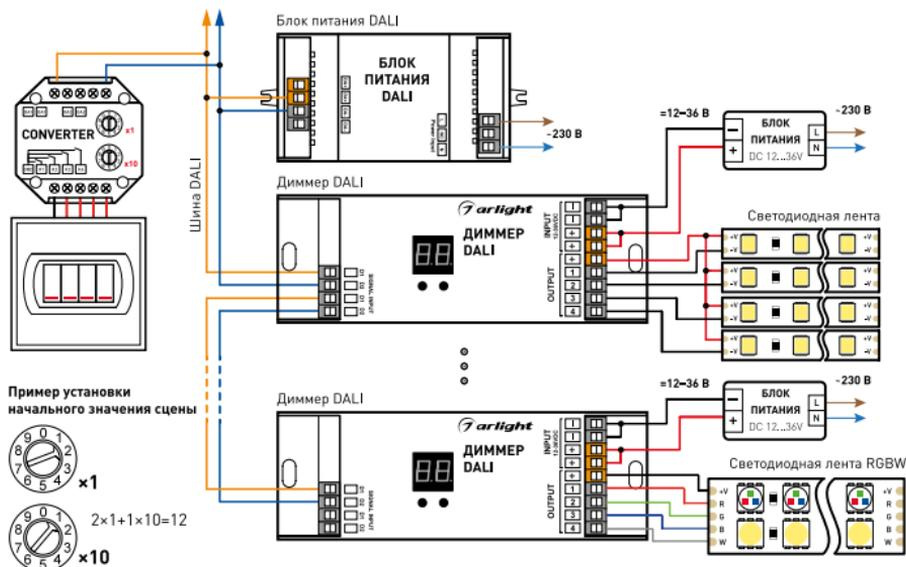

Рис. 1. Схема подключения конвертера
- 3.2. Подключите кнопочный выключатель с нормально разомкнутыми контактами к клеммам GND (общий провод всех кнопок) и K1, K2, K3, K4 (см. рис. 1).
На рис. 1 показан пример установки числа 12. При такой установке кнопка 1 будет управлять сценой 12, кнопка 2 — 13, кнопка 3 — 14, кнопка 4 — 15. Максимально возможное количество адресов и устройств на одной шине DALI — 64. Максимально возможное количество сцен на одной шине DALI — 16.